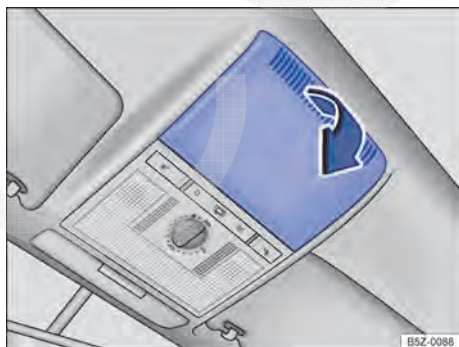

Fig. 60 No revestimento do teto: remover a cobertura.
- Remover a cobertura no sentido da seta → Fig. 60.